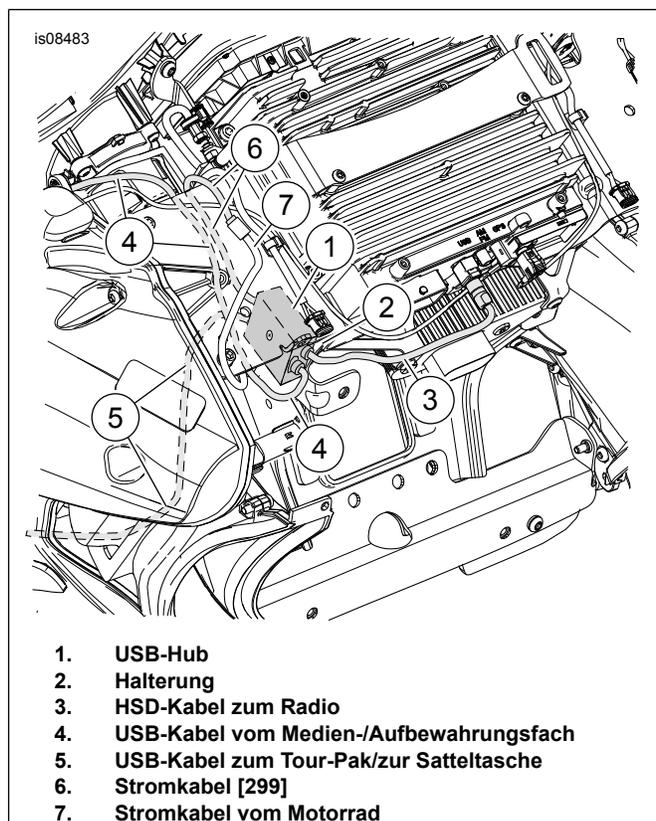

Abbildung 4. USB-Hub-Einbau und Auffinden der Kabel
2. Siehe Abbildung 4. USB-Kabel (4) vom Medien-/Aufbewahrungsfach installieren und mit dem USB-Hub (1) wie dargestellt verbinden.
3. Das HSD-Kabel (3) am Radio anschließen.
4. Das Stromkabel (6) mit dem Stromkabel (7) [299] verbinden.
5. Das USB-Kabel (5) zum Heck des Motorrads verlegen.